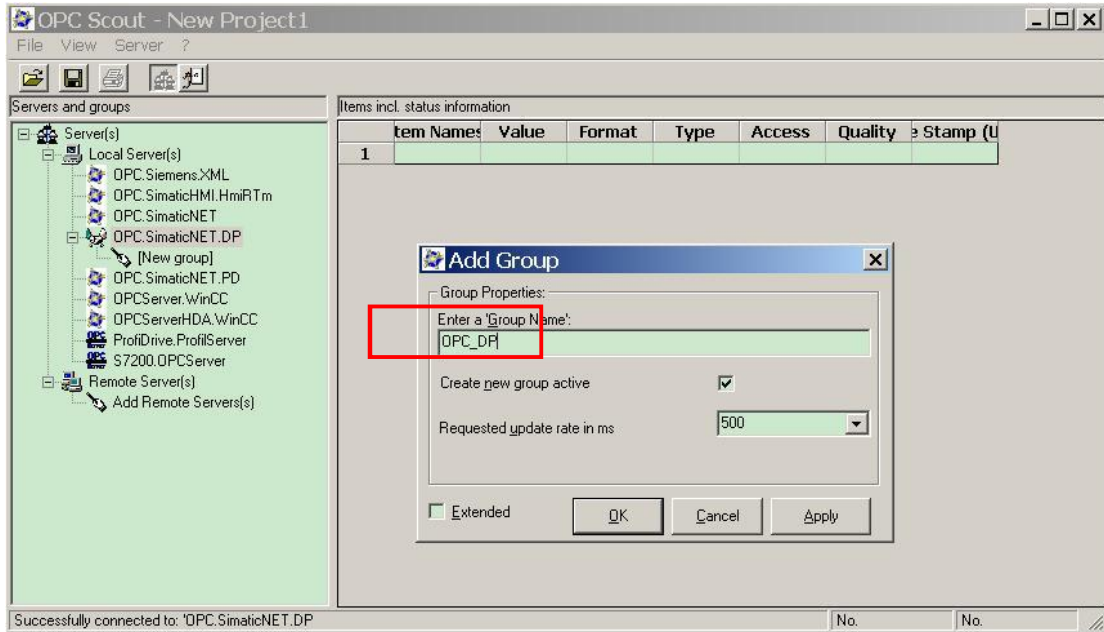

图 27 OPC Scout 添加组
1. 打开 Start > Simatic > Simatic Net > OPC Scout，双击“OPC.Simatic.NET.DP”，添加一个组，为此组命名为“ OPC_DP”，如图 27。